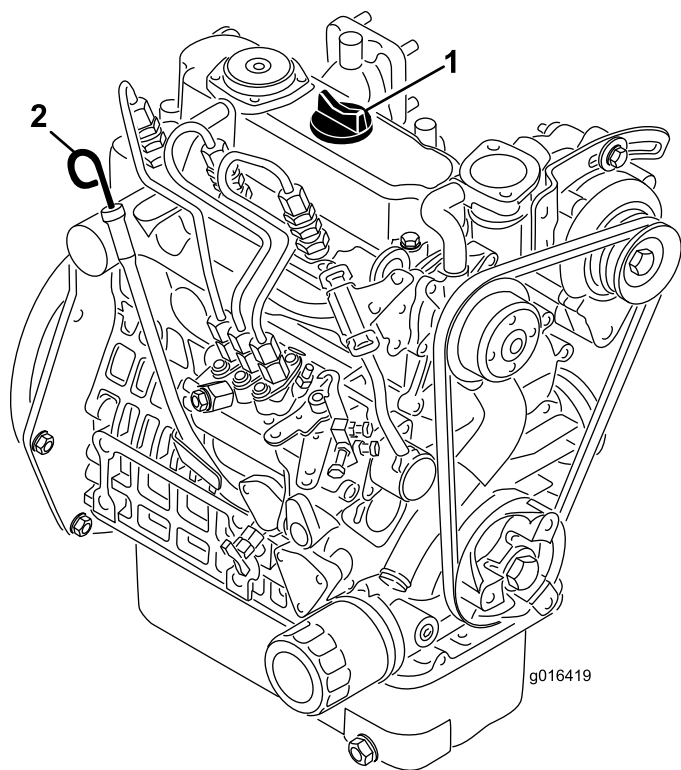

Figura 33
2. Togliete l'asta di livello ed asciugatela con un panno pulito (Figura 33).